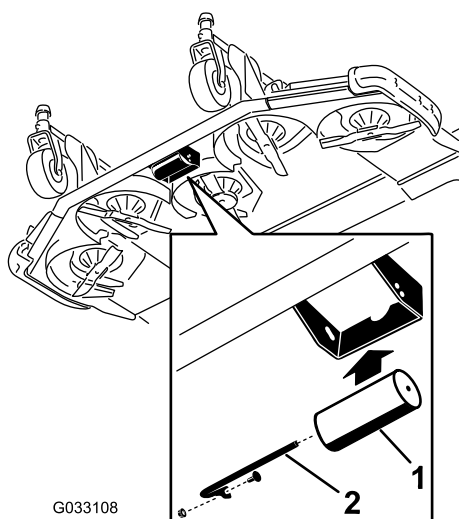

Figura 42
2. Alinee el rodillo con los taladros superiores e instale el eje con el tornillo y la tuerca (Figura 42).